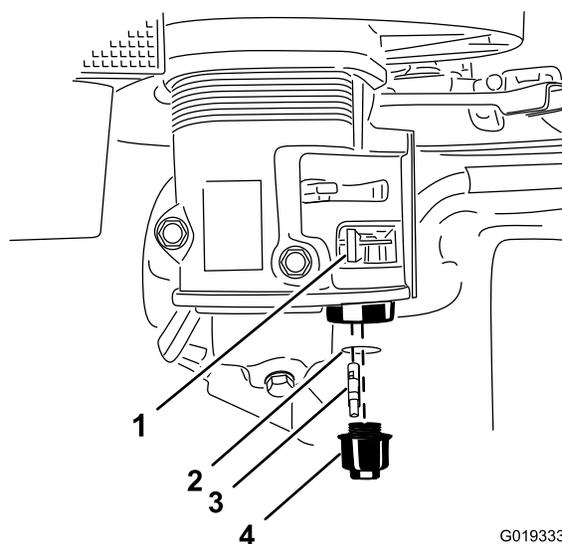

Figura 62
- Mueva la palanca de la válvula de combustible a la posición de Cerrado, totalmente hacia la izquierda (Figura 62).
- Desenrosque la taza de sedimentos (Figura 62).
- Retire el filtro de combustible y la junta tórica (Figura 62).
8. Instale el filtro de combustible en la parte inferior del carburador (Figura 62).